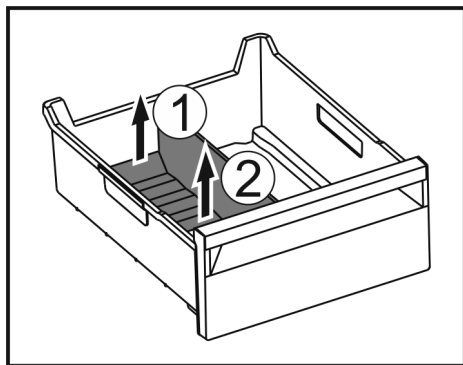

Fig. 158
- Levantar la parte posterior del separador para congelador. Fig. 158 (1)
- Extraer el separador para congelador hacia arriba. Fig. 158 (2)